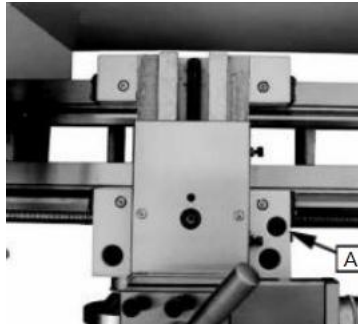

Afbeelding. 9
1. Noodgeval Knop AAN/UIT Schakelaar (D, Afbeelding. 9)
2. Omschakelaar (E, Afbeelding. 9)
3 . Variabele snelheid Controle Schakelaar (F, Afbeelding. 9)